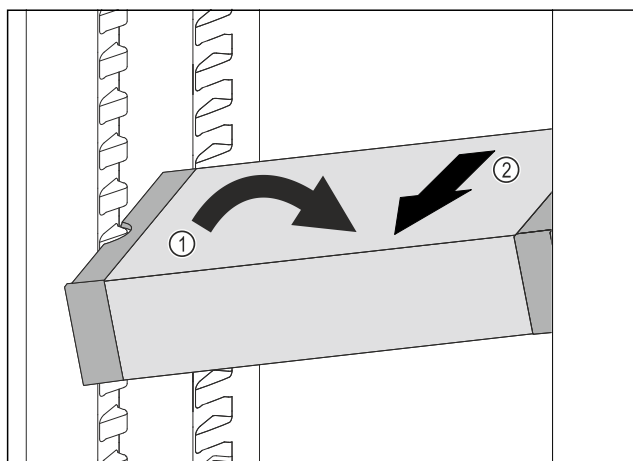

Fig. 117
- ▶ Predal VarioSafe postavite v hladilniku postrani. Fig. 117 (1)
- ▶ Predal VarioSafe izvlecite v smeri naprej. Fig. 117 (2)